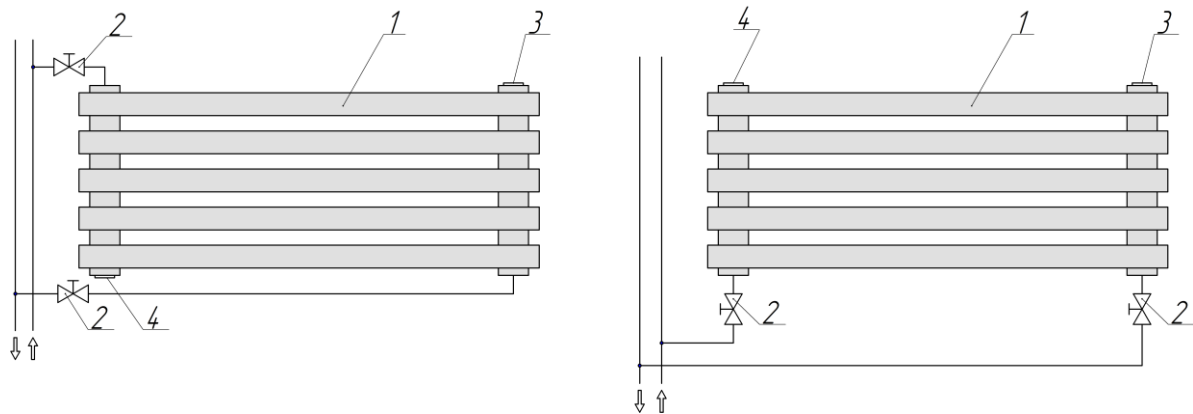

Рис. 3 1. Радиатор. 2. Вентиль (кран). 3. Кран-воздухоотводчик. 4. Пробка глухая.
5.8. Схемы разнесенного (седлообразного) подключения радиатора к двухтрубной системе (рис.3):